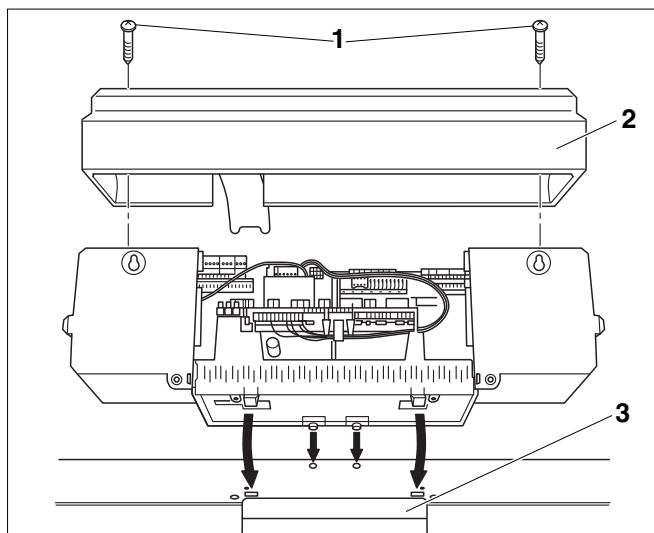

Рис. 15 Открытие и установка системы управления Logamatic 4000
- Выверните оба винта (Рис. 15, поз. 1) сверху из крышки клеммного щитка (Рис. 15, поз. 2) и снимите крышку.
- Слегка наклонив систему управления вперед, установите ее так, чтобы передние крюки вошли в овальные отверстия. Сдвиньте систему управления вперед и отклоните назад до защелкивания обоих упругих крюков справа и слева (по стрелкам - Рис. 15).
- Проведите капиллярные трубы через кабельный проход (Рис. 15, поз. 3) и разверните их на требуемую длину.
- Приверните систему управления двумя винтами сзади справа и слева в кабельном проходе (Рис. 15, поз. 3) к передней крышке котла.